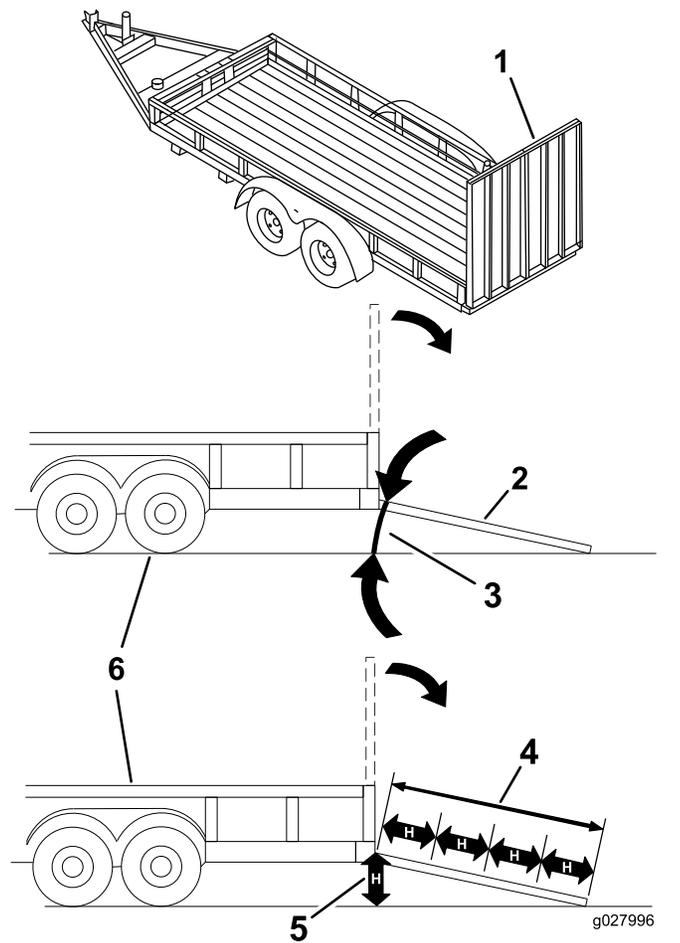

図 32
マシンをトレーラなどに搭載する作業は、機体を転倒させる危険をはらんでおり、万一そのような事故が起こると死亡事故など重大な人身事故となる図 32。
3. 歩み板を降ろす板と地面との角度が15°以下となるにすること 図 32。
1. 歩み板を降ろす板と地面との角度が15°以下となるにすること 図 32。